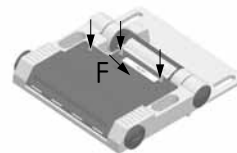

図4
6. その後、3つの蓋のネジを（図4）、締め付けトルク0.6Nmで締めて下さい。